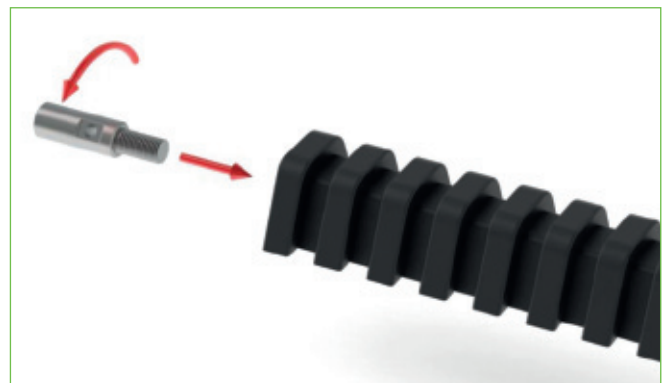

Abb. 1 Schritt 1 der Pipe Stop Schienenmontage: Befestigen Sie den Verbinder am Ende eines Schienensegments.
- Ein korrekter Anschluss ist für die sichere Funktion des Pipe Stop Systems unbedingt erforderlich. Siehe Abb. 1, 2 und 3, wie die Schienensegmente verbunden werden sollen um eine komplette Pipe Stop Schiene zu bilden. **Legen Sie nach dem Verbinden der Pipe Stop Schienensegmente einen Pipe Stop Block auf die neu hergestellte Verbindung.** Der Block sollte locker auf die Schiene passen. Wenn zusätzliche Kraft benötigt wird, um den Block auf die Schiene zu setzen, ist die Verbindung falsch. Diese muss dann geprüft und erneut hergestellt werden.